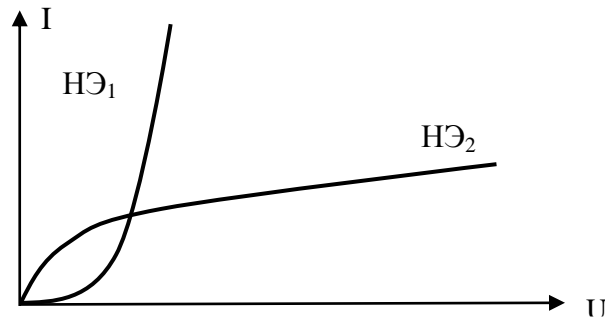

Рисунок 9.6 – Вольтамперные характеристики нелинейных элементов
8. Постройте вольтамперную характеристику $I = f(U)$ и кривую зависимости сопротивления от напряжения $R = f(U)$ (рисунок 9.6).
Элемент электрической цепи, сопротивление которого зависит от величины и направления тока в нем или от напряжения на его зажимах, называется нелинейным. Вольтамперная характеристика нелинейного элемента (т.е. зависимость тока от напряжения, приложенного к элементу) $I=f(U)$ – нелинейная (рисунок 9.6).